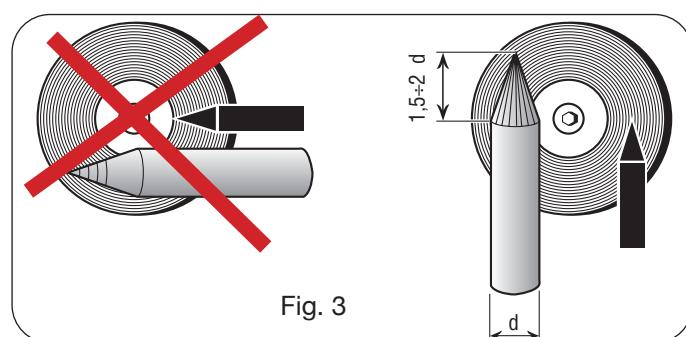

Fig. 3
Det er nødvendigt at være særligt opmærksom i forbindelse med forberedelse af elektrodespidsen. Slib den således, at den har en lodret rille som vist i fig. 3.
• Puds enden af elektroden af tungsten således, at den får en konisk form i en længde svarende til 1,5-2 gange elektrodediameteren (fig. 3).